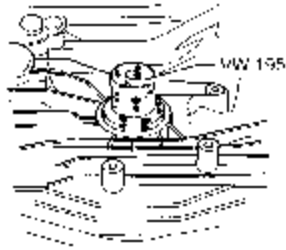

图 9-112 嵌入密封圈
(1) 把用于右法兰轴的新密封圈 (5.5mm) 嵌入到壳体表面下方, 注意此时不要歪斜, 如图 9-112 所示。